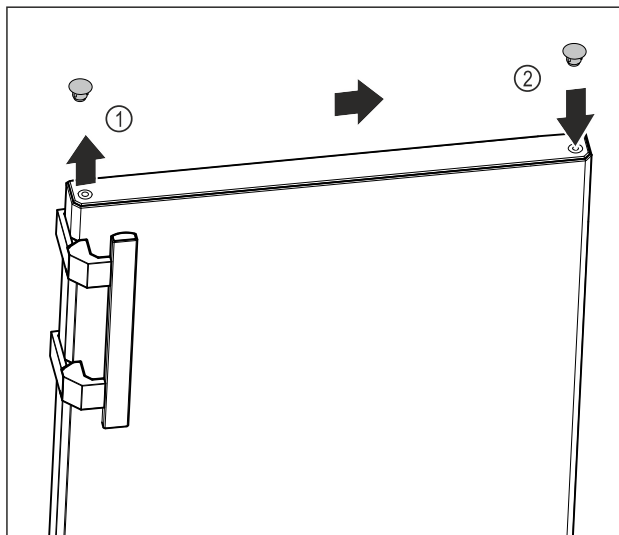

Fig. 9
- ▶ Óvatosan emelje le az ajtó felső oldalán a fedődugót egy lapos csavarhúzóval. *Fig. 9 (1)*
- ▶ Helyezze fel a fedődugót a másik oldalon. *Fig. 9 (2)*